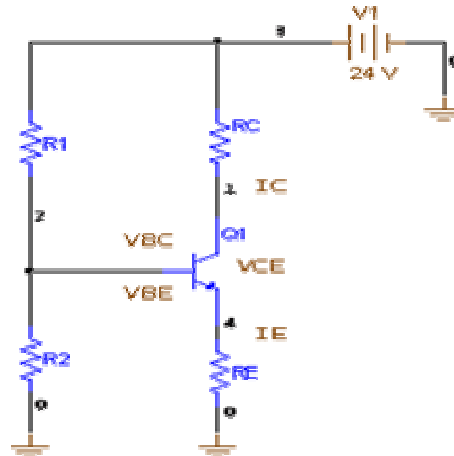

Figura. 3
- a) Construya el circuito de Polarización con divisor de voltaje que se muestra en la figura 3.